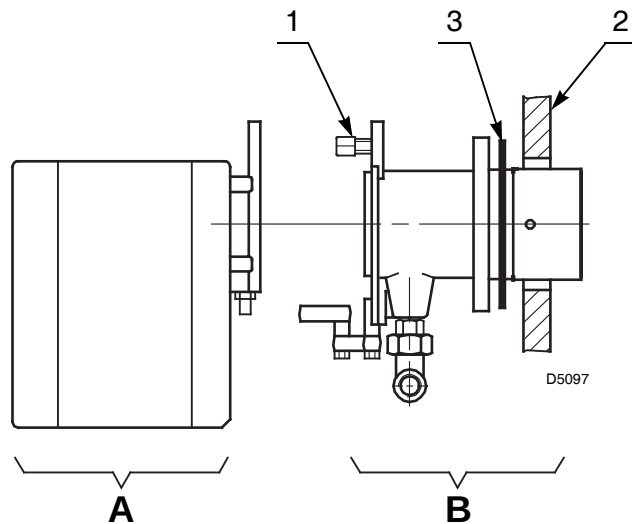

图 9
- 移开螺母 1) 及 A) 部分 (图 9) 后，将燃烧头组件与燃烧器分离。
- 在 B) 部分 (图 9) 安装上绝热垫 3) 后与锅炉挡板 2) 紧固连接。